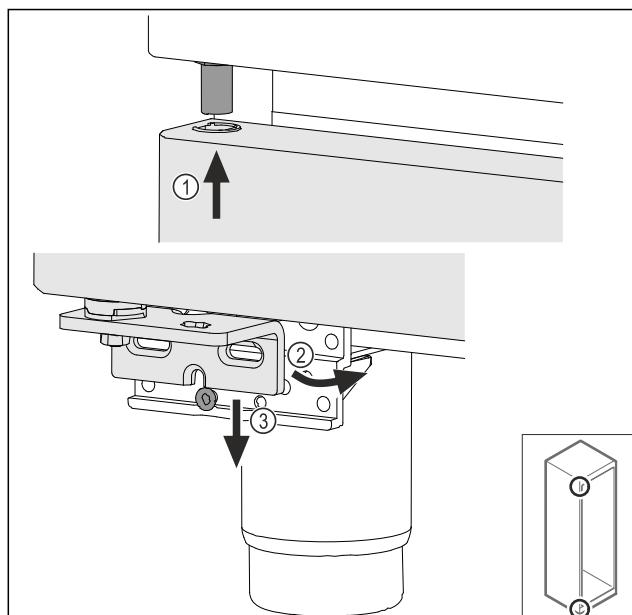

Fig. 47
- ▶ Naviňte hore zlăhka naklonené dvere Fig. 47 (1), rovno vyrovnejte dvere Fig. 47 (2) a nasad'te ich dole na skrutku ložiskovej konzoly Fig. 47 (3).